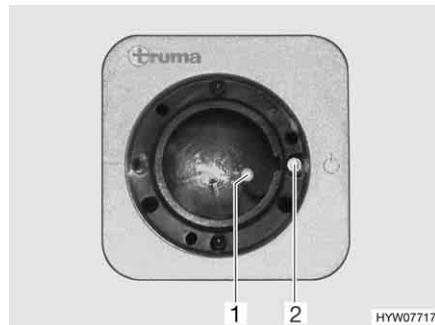
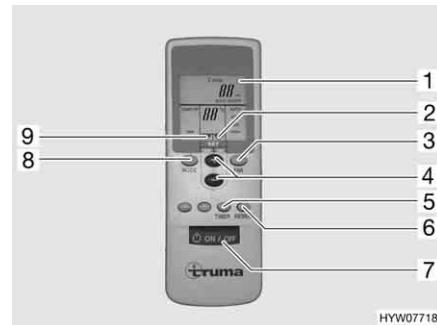

Fig. 130 Ricevitore
Fig. 131 Telecomando
- Accendere il telecomando con l'interruttore (Fig. 131,7). La spia verde di controllo (Fig. 130,1) indica la modalità di raffreddamento.
- Impostare la modalità di funzionamento desiderata con il tasto (Fig. 131,8).
- In caso di necessità, impostare con i tasti (Fig. 131,3 e 4) la potenza della ventola desiderata e la temperatura dell'ambiente. La freccia (Fig. 131,9) indica la modalità di regolazione selezionata.
- ▷ Sul ricevitore si trova un ulteriore interruttore a tasto (Fig. 130,2) con il quale è possibile spegnere e accendere l'impianto di climatizzazione anche senza il telecomando. Quando l'impianto di climatizzazione viene acceso mediante questo interruttore a tasto, viene selezionata automaticamente l'ultima modalità di funzionamento impostata con il telecomando.
- Per spegnere, premere nuovamente il tasto (Fig. 131,7) al telecomando.
- Per programmare l'impianto di climatizzazione, accendere con il tasto (Fig. 131,7) sul telecomando.
- Con i tasti (Fig. 131,8, 3 e 4), impostare la modalità di funzionamento e la temperatura dell'ambiente desiderate.
- Selezionare la funzione desiderata (Fig. 131,1) con il tasto (Fig. 131,5):
- Selezionare il tempo di commutazione desiderato (da 1 a 15 ore) con il tasto (Fig. 131,4). La freccia (Fig. 131,2) lampeggi e indica la modalità di regolazione.
- ▷ Con il tasto (Fig. 131,6) le impostazioni del telecomando vengono ripetutamente inviate al ricevitore.